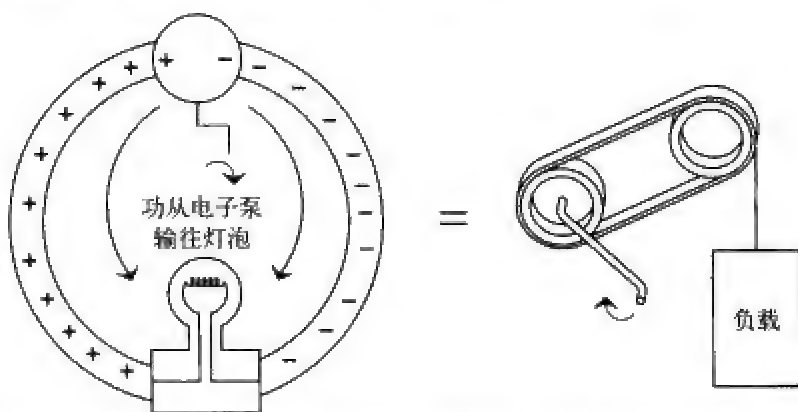

图0-8 这些很酷的、魔术般的场的作用就像皮带传输能量、功或功率一样
① 电流是每秒钟通过的电荷的库仑数，是一个流量的量度，其单位是安培。
② 在永磁铁中，材料中所有的电子都沿着相同的方向绕各自的原子旋转，正是这些电荷产生了永磁铁的磁场。
③ 这个示意图是标量波（scalar wave）示意图的简化版本。为了限制需要消化的信息量，我不会深入介绍标量波图。不过，我倒是建议你在准备好了的时候，去学学这个东西。
从本质来看，我们可以用图0-8来理解以上的概念。虽然皮带的运动很慢^①，但是在手柄转动的同时，我们却立即看到了其在滑轮上的作用。这跟灯泡的情况是一样的。只不过皮带被电路取代了，实际上是电磁^②场在驱使电荷绕着电路打圈，从而将功传输到了灯泡。没有这两个场的作用，我们就无法将手柄输入的能量移动到灯泡上去进行输出，灯泡根本就不会发亮。